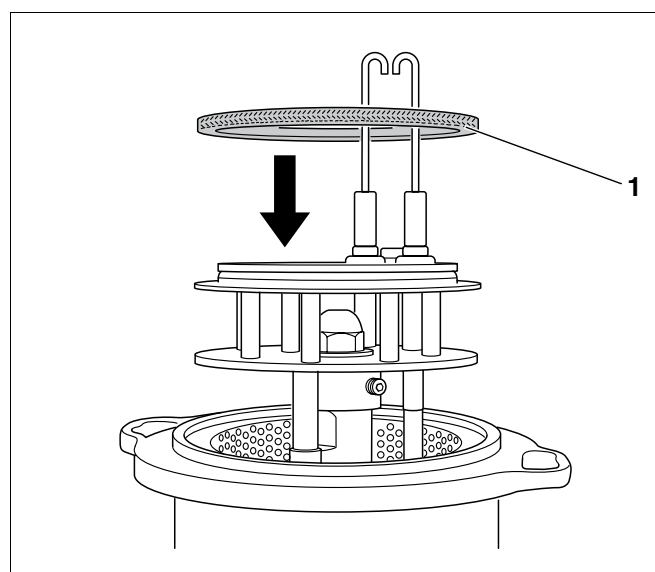

Fig. 54 Mise en place du joint sur les modèles de brûleur 55 à 70
- Sur les modèles 55 à 70 le joint (fig. 54, **pos. 1**) est d'abord placé sur le système de mélange.